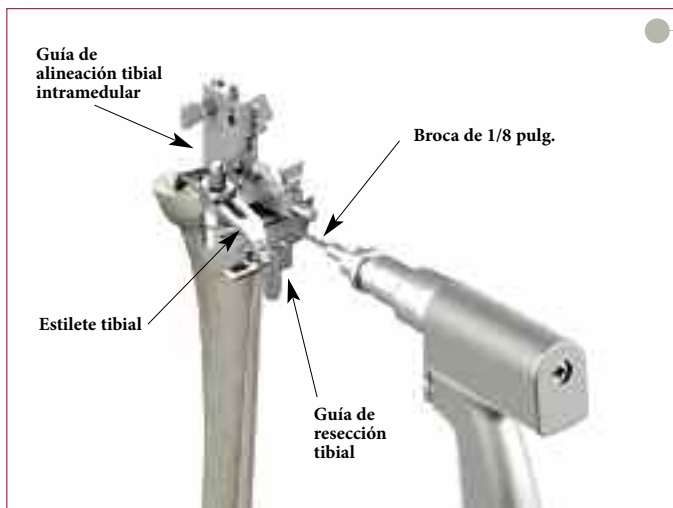

Figura 58
- ▶ Una vez establecido el nivel de resección, fije la guía de resección a la tibia anterior mediante las brocas de 1/8 pulg., al perforar a través de los orificios "0". La fijación a través del orificio "X" fijará aún más la guía de resección tibial a la tibia (Figura 58).